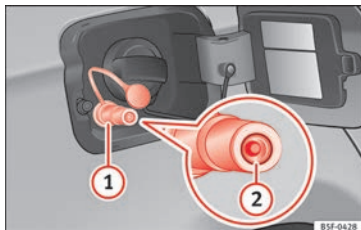

Fig. 173 Tapa del depósito abierta: boca de carga de gas (1), retén de la boca de carga (2).
- Destape la boca de carga de gas » » » fig. 173 (1).